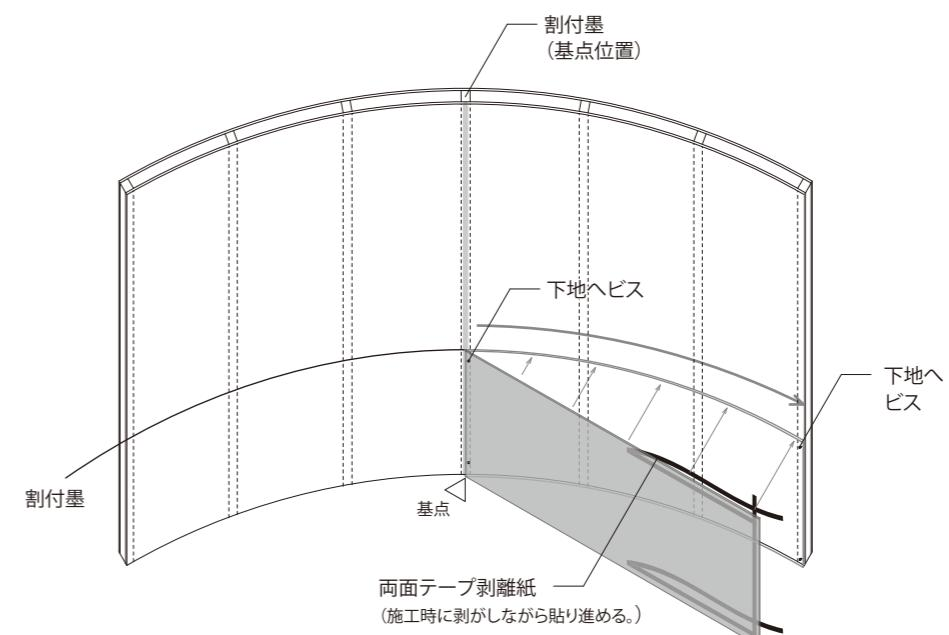

図12 基点位置(Belle K-CAL 横貼り)
①基点位置確認
- 図12の様に、基点位置へBelle K-CAL短端部を合わせます。(横貼り)
②端部ビス固定
- 図12の様に端部をビスで固定します。曲面壁に沿わせて圧着させた後、基点側と同じようにビスで固定して下さい。